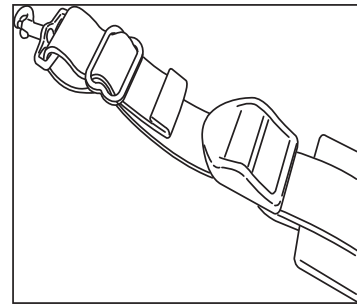

Figura 6.
7. Instale el pasador de ajuste en el extremo suelto de cualquiera de las dos correas para hombros. Instale el pasador de la bomba en el extremo suelto de la correa para hombros, después recorra de nuevo la correa a través del pasador de ajuste. **Ver la Figura 6.** Ajuste todas las correas como sea necesario.